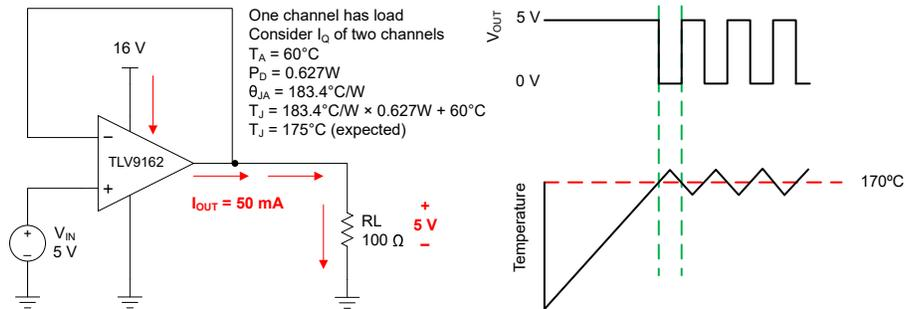

图 6-4. 过热保护
任何放大器的内部功耗都会导致内部温度（结温）升高。这一现象称为 *自热*。TLV916x 的绝对最大结温为  $150^{\circ}\text{C}$ 。超过此温度会损坏器件。TLV916x 具有过热保护功能，可减少自热造成的损坏。该保护功能的工作原理是监视器件的温度，并在温度超过  $170^{\circ}\text{C}$  时关闭运算放大器输出驱动。图 6-4 展示了 TLV9162 的应用示例，该器件因为其功耗 ( $0.627\text{W}$ ) 而产生显著的自热。在此示例中，两个通道都具有静态功耗，而其中一个通道具有很大的负载。热能计算表明，当环境温度为  $60^{\circ}\text{C}$  时，器件结温达到  $175^{\circ}\text{C}$ 。不过，实际器件会关闭输出驱动来恢复到安全的结温。图 6-4 显示了电路在过热保护期间的行为。在正常工作期间，器件充当缓冲器，因此输出为  $5\text{V}$ 。当自热导致器件结温升高超过内部限制时，过热保护强制输出进入高阻抗状态，并通过电阻  $R_L$  将输出拉至接地。如果依旧存在导致过大功耗的状况，放大器将在关断和启用状态之间振荡，直到输出故障得到纠正。请注意，热性能可能会因所选封装和 PCB 布局设计而有很大差异。此示例使用 TSSOP (8) 封装的热性能。